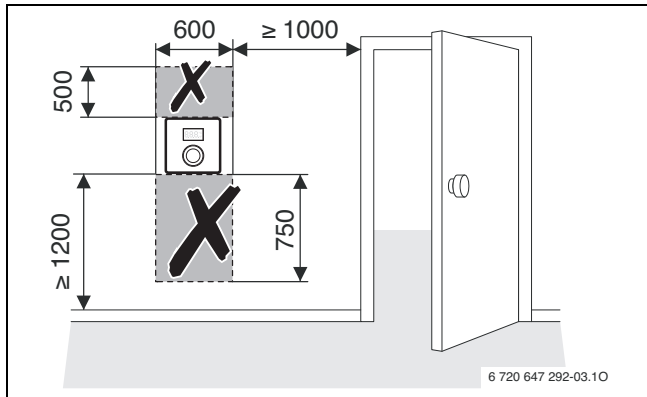

Fig. 1
- ▶ Choisir le lieu approprié sur une paroi plane (→ fig. 1, page 10).